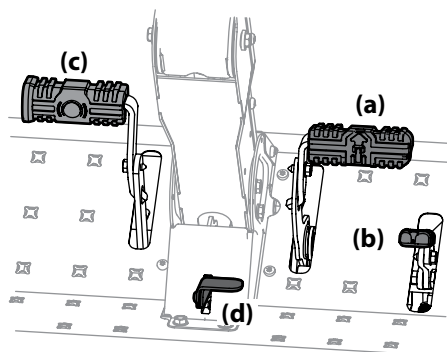

Figura 3-2
- Para conducir hacia ADELANTE, presione lentamente el pedal de marcha adelante (a) hasta alcanzar la velocidad deseada. Vea la Figura 3-2.
- Para conducir marcha atrás, verifique que el área de atrás esté despejada. Luego presione lentamente hacia adelante el pedal de transmisión marcha atrás con la parte anterior de la planta del pie (NO con el talón) hasta alcanzar la velocidad deseada. Vea la Figura 3-2.